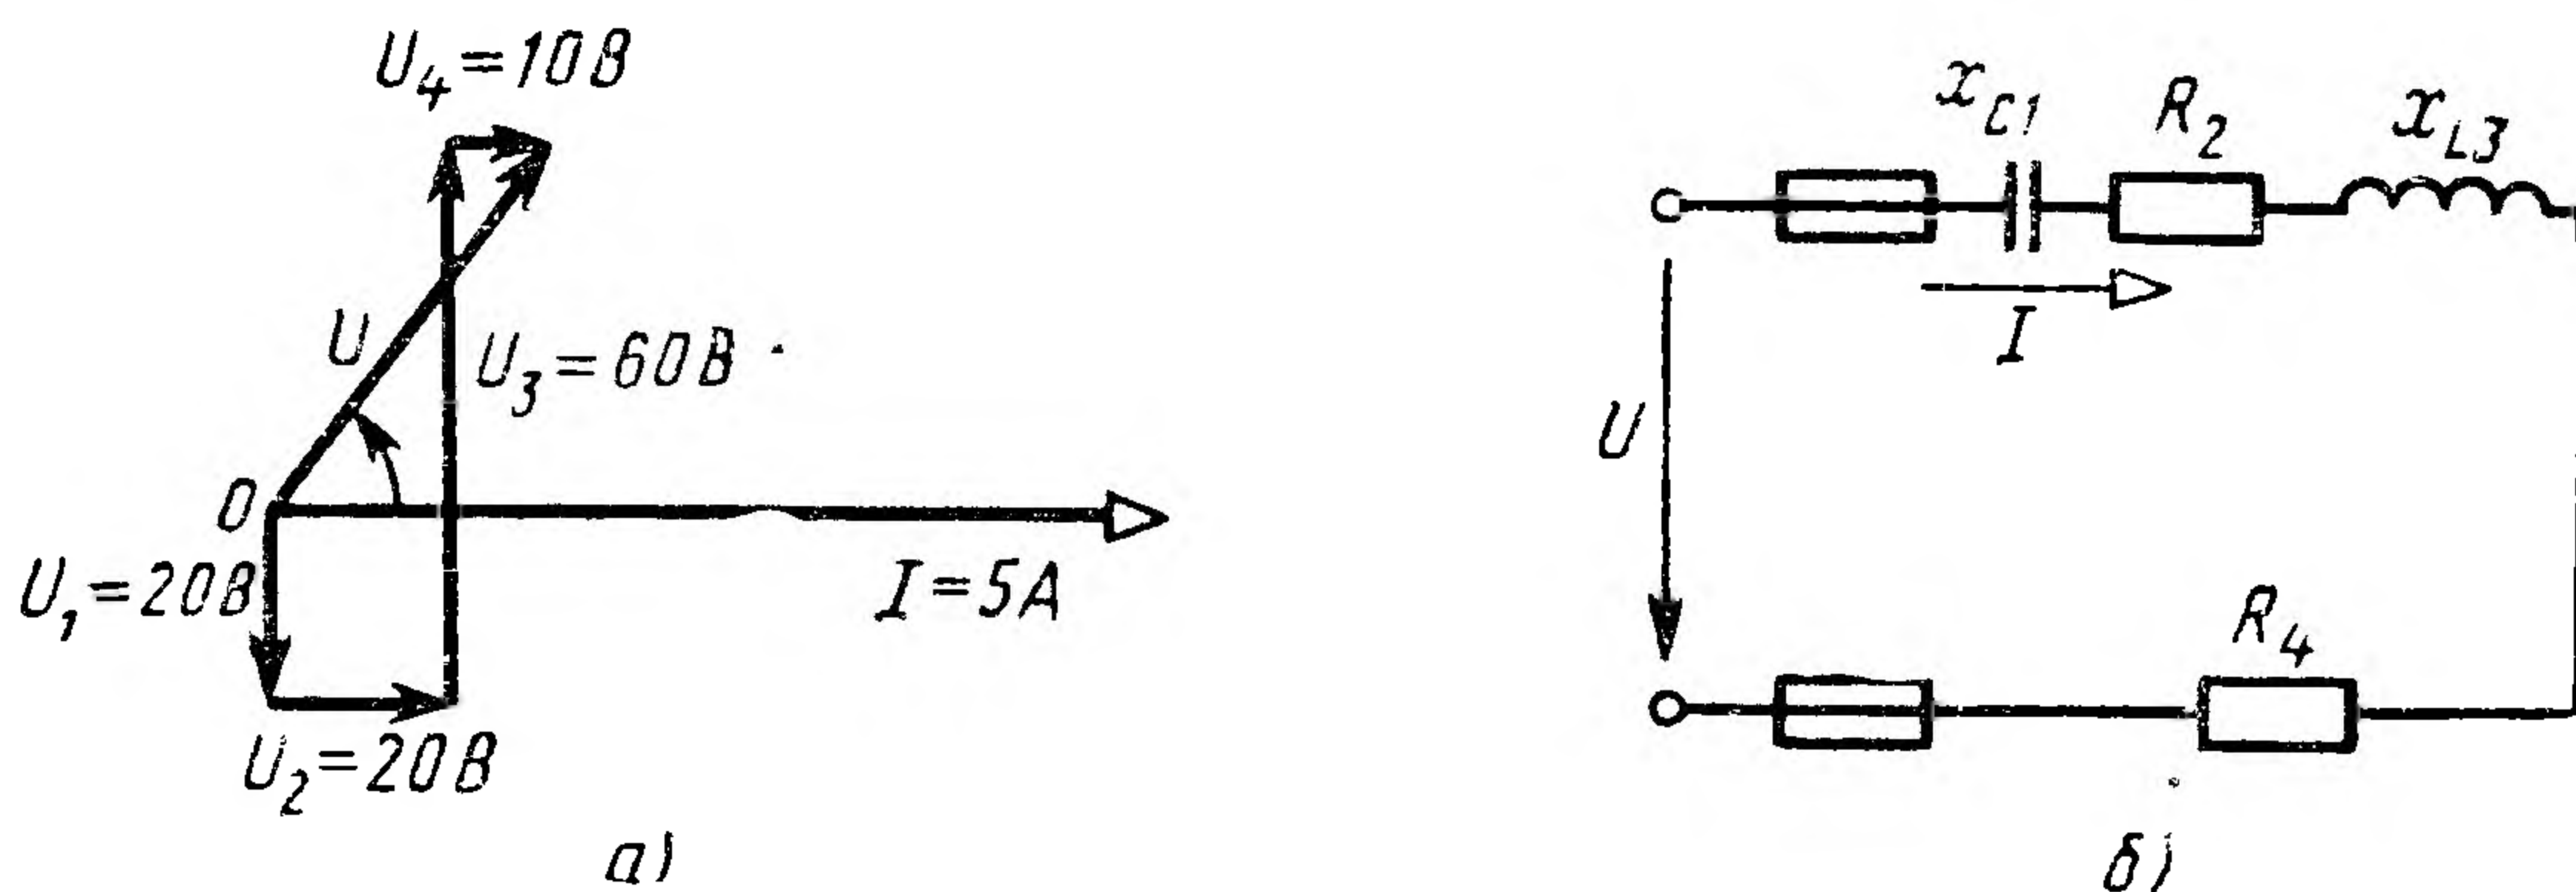

Рис. 3
**Пример 3.** На рис. 3, а задана векторная диаграмма для неразветвленной цепи, ток  $I$  и падения напряжений на каждом сопротивлении
Эквивалентная схема цепи приведена на рис. 3, б.